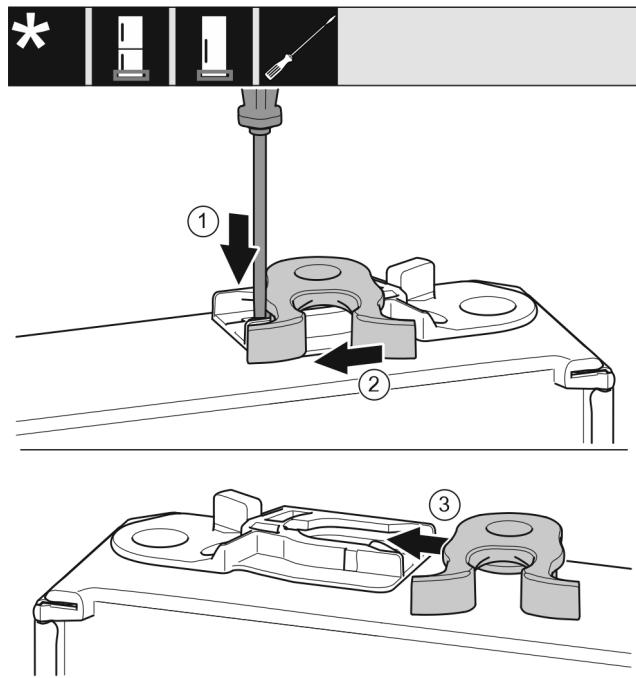

Fig. 20
- Πιέστε το αυτάκι Fig. 20 (1) με ίσιο κατσαβίδι προς τα κάτω.
- Τραβήξτε το άγκιστρο κλεισίματος Fig. 20 (2) από τον οδηγό.
- Ωθήστε το άγκιστρο κλεισίματος Fig. 20 (3) στην άλλη πλευρά στον οδηγό.